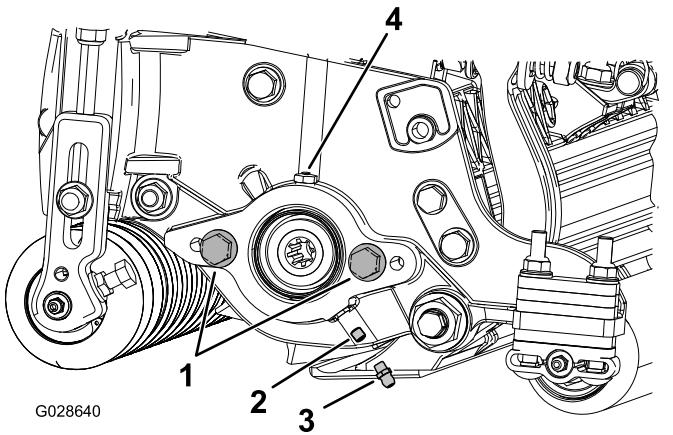

Figure 6
1. Retirez et mettez au rebut la vis de fixation sur la plaque latérale du moteur de cylindre (Figure 6).
2. Montez les graisseurs droits (Figure 6).
3. Si la plaque latérale du moteur de cylindre ne comporte pas de vis de fixation, mettez-les en place (Figure 6).
- Posez le moteur de cylindre et graissez la plaque latérale jusqu'à ce que l'excédent de graisse ressorte par l'orifice de graisse (Figure 6).